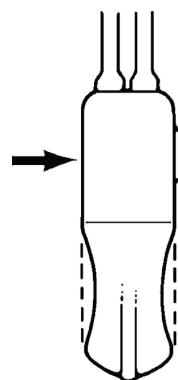

Figura 4-43. Método do cotonete
2. Pegue num cotonete e exerça pressão na zona diretamente por detrás do botão de desativação. **(Figura 4-43)**